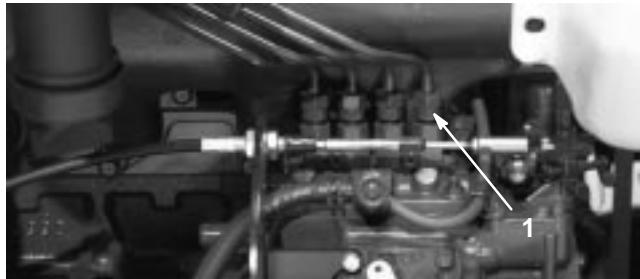

Figure 52
- Desserrez le raccord entre l'injecteur N° 1 et le porte-injecteurs sur la pompe d'injection (Fig. 52).